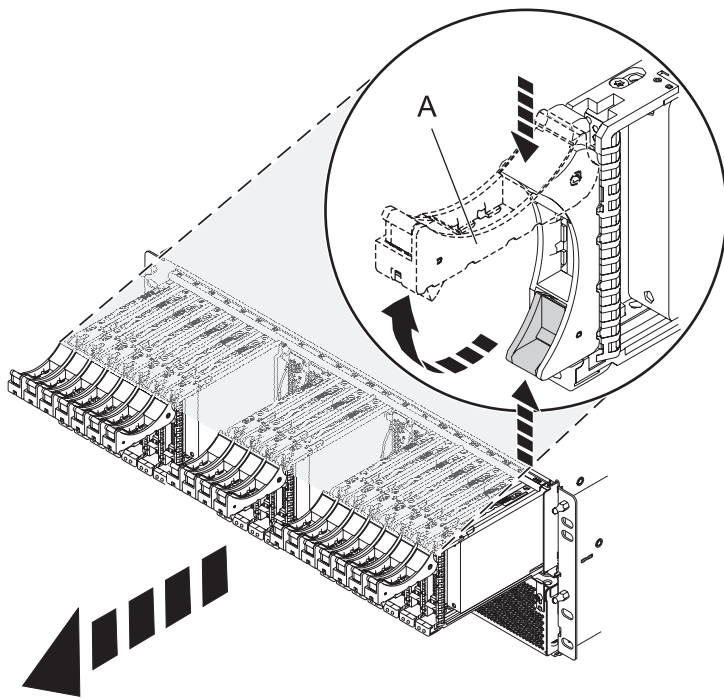

Figure 51. Retrait des unités du fond de panier
4. Retirez les unités et les obturateurs, comme illustré dans la figure 51, à la page 65.
- a. Appuyez sur le loquet de l'unité et tirez sur la poignée (A) vers vous pour dégager l'unité.